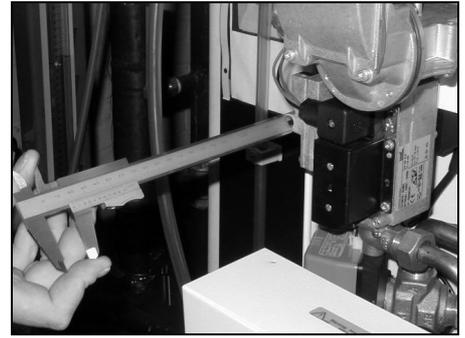

Bild 27:
- N mit Tiefenmaß auf 17 mm stellen (s. Bild 27)